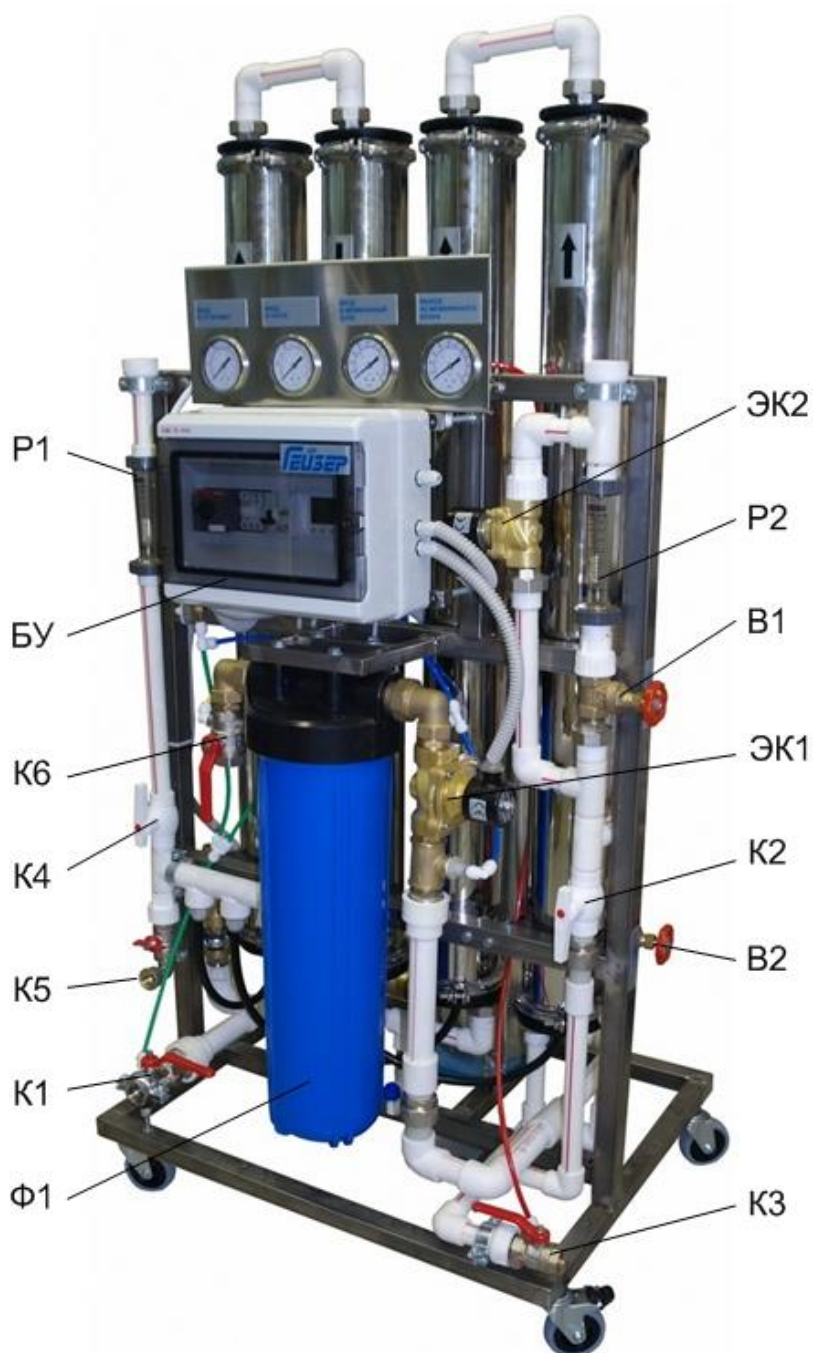

Рис.1 Общий вид установки (с лицевой стороны).
2.1 Общий состав установки (см. рис. 1)
Перед мембранным блоком установлен фильтр механической очистки с размером пор 10 мкм (Ф1 на рис. 1). Данный фильтр предохраняет мембраны от мелких механических примесей, присутствующих в воде.
Установка оснащена следующими приборами (рис. 1):